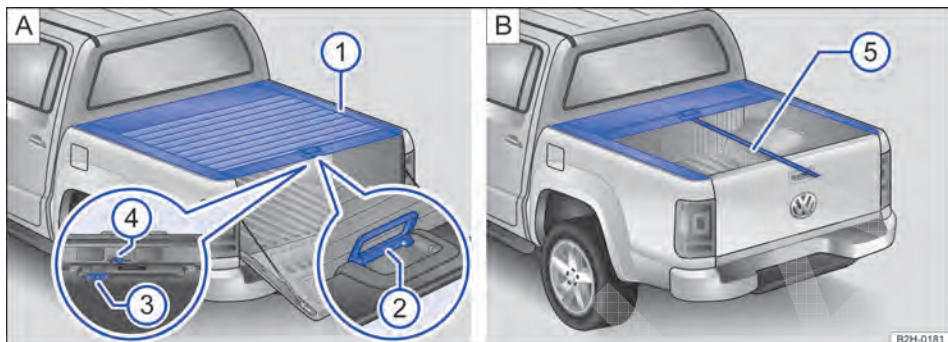

Fig. 30 Capota marítima do compartimento de carga: A: vista geral e B: cinta de tração.
A capota marítima do compartimento de carga ⇒ Fig. 30 consiste nos seguintes componentes:
Abrir brevemente a capota marítima do compartimento de carga e fechar novamente	Se a capota marítima do compartimento de carga precisar ser aberta apenas brevemente e fechada de novo em seguida, a lingueta de travamento ⇒ Fig. 30 ④ A deve ser pressionada para a esquerda ao fechar. A capota marítima do compartimento de carga engata, se for fechada totalmente.